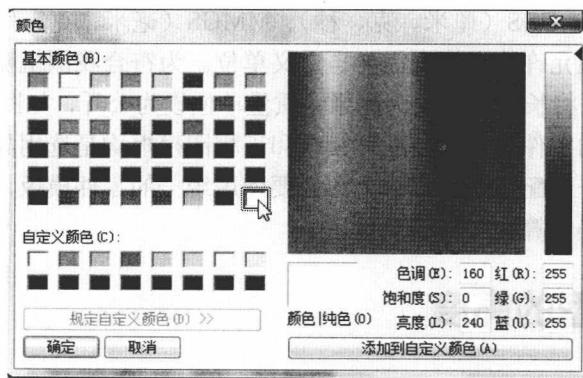

图 1-14 【颜色】对话框
(1) 在【颜色方案设置】选项中选择【视区背景】，单击右侧的【编辑】按钮为视区背景修改颜色，如图 1-14 所示，单击【确定】按钮退出【颜色】对话框。在【背景外观】选项中选择【素色（视区背景颜色在上）】选项，单击【确定】按钮退出【系统选项】对话框，这样视区背景颜色就变为设置的颜色了。这种方法只适合将视区背景颜色设为单一的颜色。